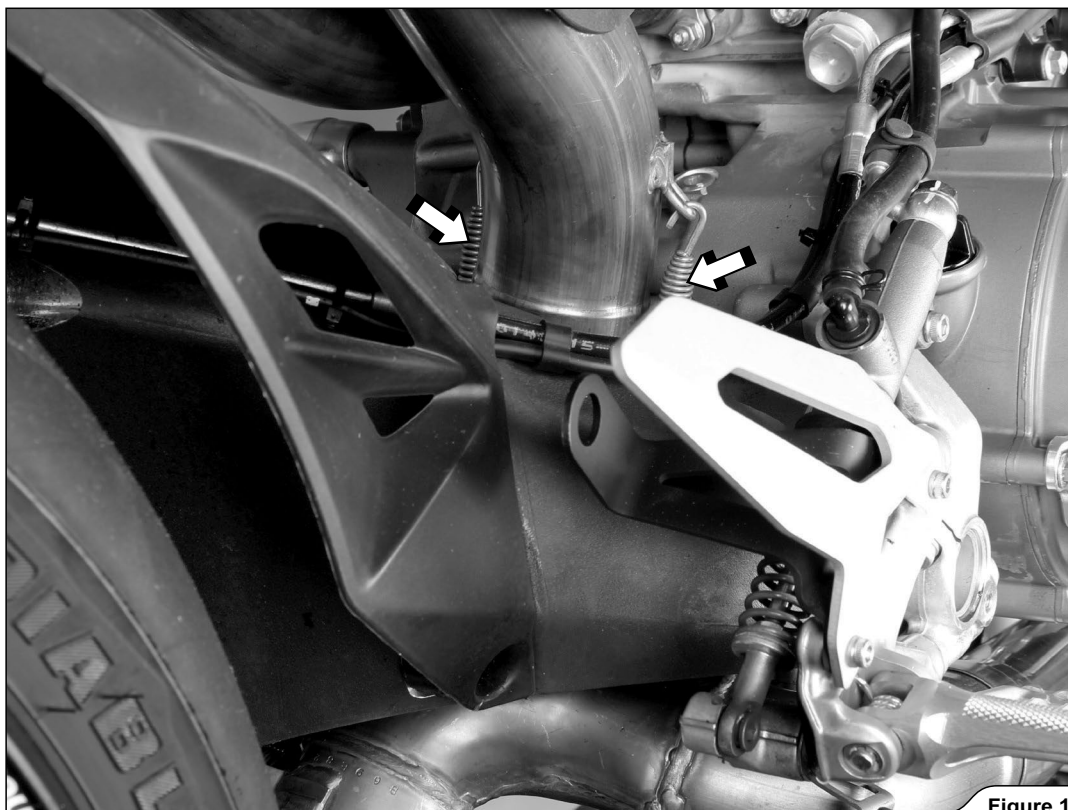

Figure 17
7. Décrocher les ressorts du collecteur arrière indiqués et déposer avec soin le collecteur du motorcycle (Figure 17).
7. Die angegebenen Federn des hinteren Krümmers aushaken und den Krümmer vorsichtig vom Motorrad entfernen (Figure 17).